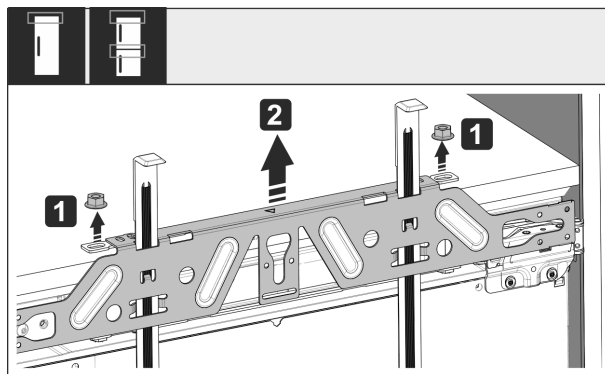

Fig. 58
- ▶ Afloje las contratuercas Fig. 58 (1).
- ▶ Retire el travesaño de fijación Fig. 58 (2).